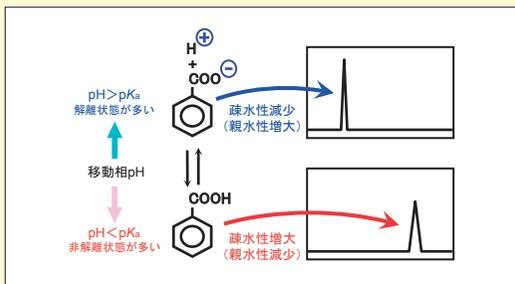

図1 移動相 pH と保持の関係 (概念図)
般に非解離状態の方が疎水性が強く、保持も強くなります。このことを (5) 式から考えてみると、図 1 のように、移動相 pH がその化合物 (この場合、安息香酸) の pK_a より低いと溶出が遅くなり、その逆では溶出がはやくなることが理解できます。